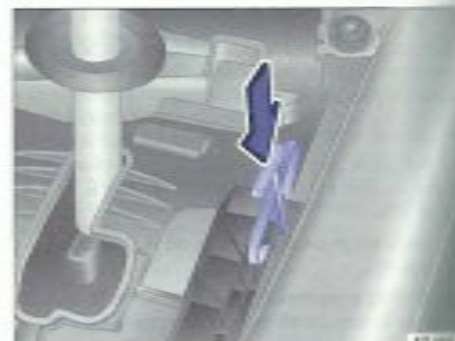

Fig. 207 Déverrouillage d'urgence du blocage du levier sélecteur.
- Poussez le levier de déverrouillage $\Rightarrow$ fig. 207 dans le sens de la flèche et maintenez-le dans cette position.